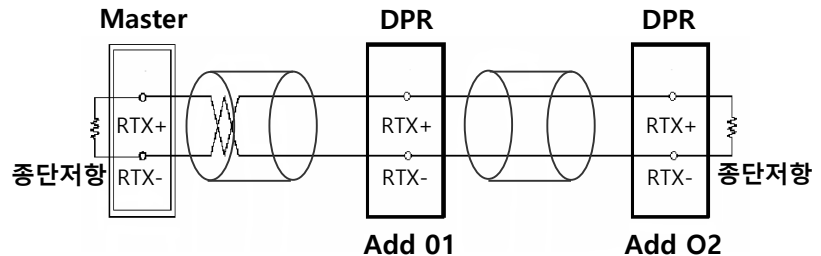

Fig.1 결선 diagram
- 상위 시스템과 전력조정기 (Client측)는 Fig.1과 같이 통신 결선을 해 주시고, 최대 31대까지 멀티접속 (MULTIDROP)이 가능합니다.